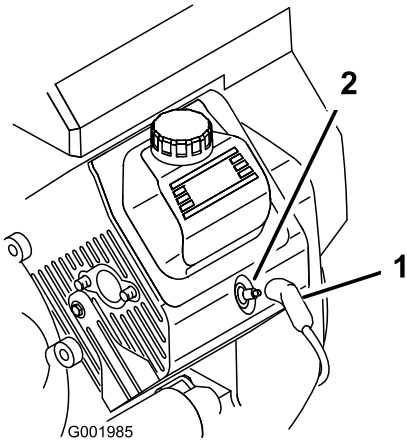

Figure 44
3. Débranchez les fils des bougies (Figure 44).
3. Rebranchez les fils des bougies (Figure 44).